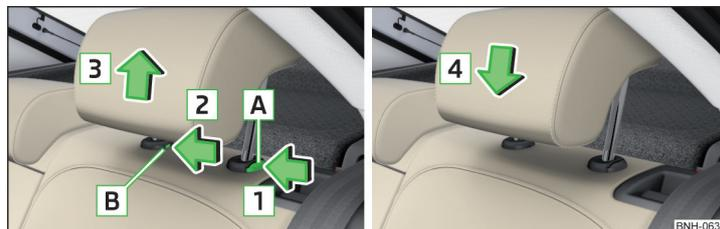

Fig. 73 Extraer / introducir el reposacabezas
- Para **retirar**, mantener la tecla de seguridad **A** en sentido de la flecha **1**, presionando al mismo tiempo con un destornillador plano (con un ancho de máx. 5 mm) la tecla de seguridad en la apertura **B** en el sentido de la flecha **2** y retirar el reposacabezas en sentido de la flecha **3** » fig. 73.